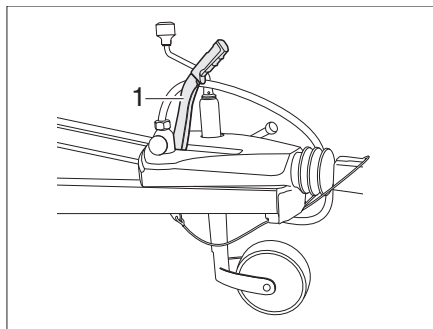

Fig. 13 Freno a mano
- Per rilasciare, tirare la leva del freno (Fig. 13,1) verso l'alto e poi abbassarla.